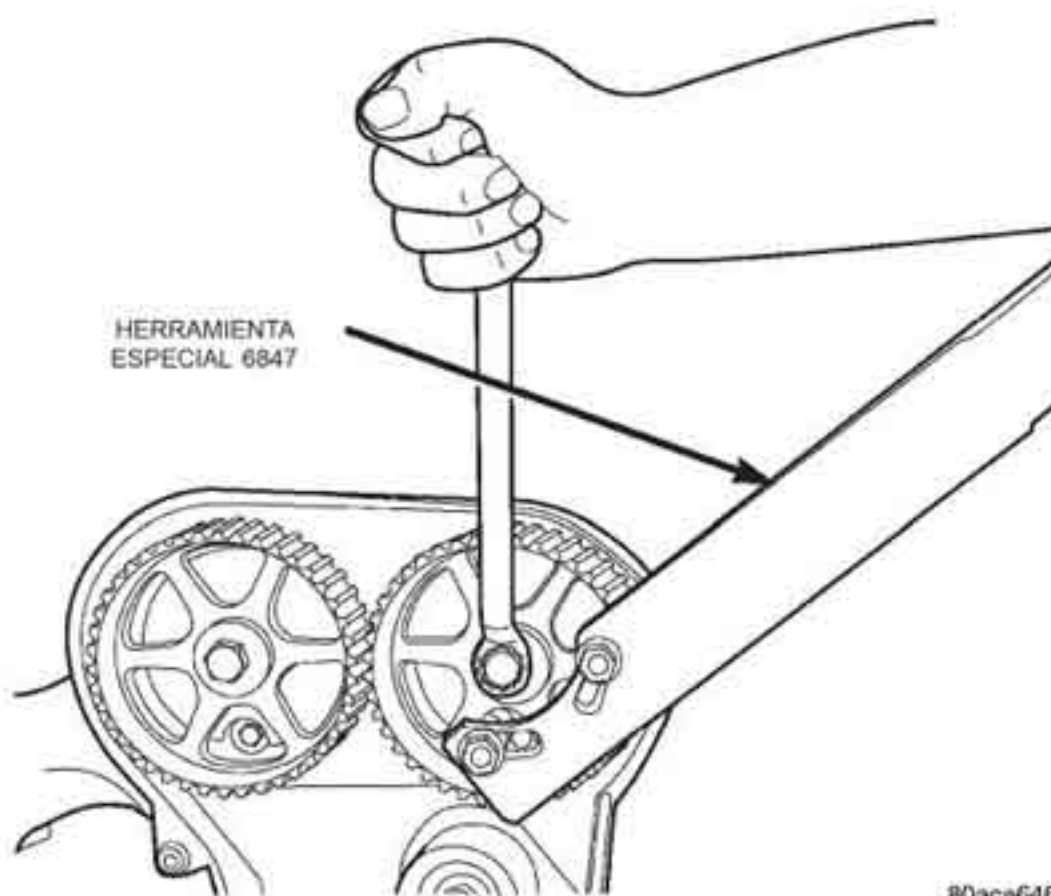

Fig. 69 Rueda dentada del árbol de levas—desmontaje e instalación
- (1) Retire la cubierta de la correa de distribución delantera y la correa de distribución. Consulte los procedimientos en esta sección.
- (2) Sostenga la rueda dentada del árbol de levas con la herramienta especial 6847 mientras retira el perno del centro (Fig. 69).
- (3) Retire la tapa trasera de la correa de distribución. Consulte el procedimiento en esta sección.
- (3) Instale la tapa trasera de la correa de distribución. Consulte el procedimiento en esta sección.
- (4) Instale la rueda dentada del árbol de levas. Mientras sujeta la rueda dentada con una herramienta especial 6847, apriete el perno central con una torsión de 101 N·m (75 lbs. pie) (Fig. 69).
- (5) Instale la correa de distribución y las tapas delanteras. Consulte los procedimientos en esta sección.